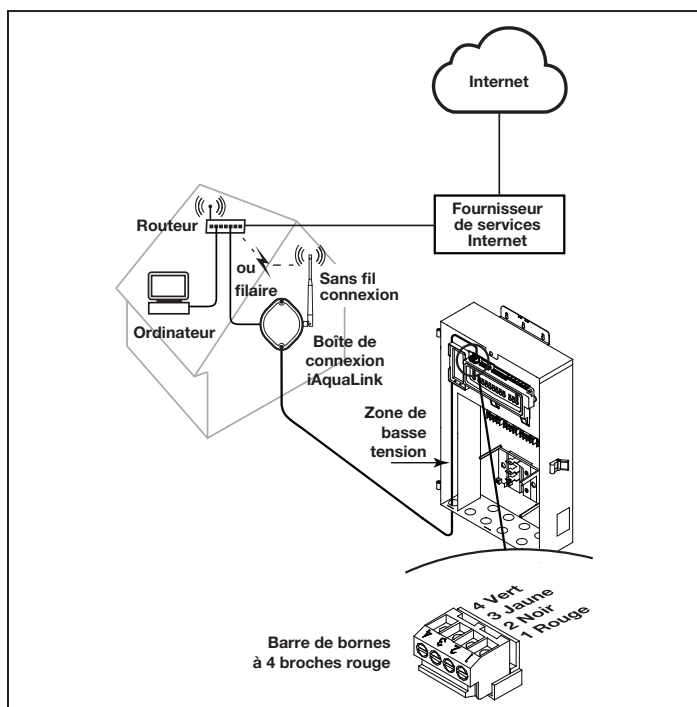

Figure 31. Installation intérieure de la boîte de connexion iAquaLink
2. Installez la boîte de connexion iAquaLink à au moins 1,8 m (6 pi) au-dessus du sol, à au moins 3 m (10 pi) de tout moteur ou ventilateur pouvant être près et à au moins 1,5 m (5 pi) de tout autre émetteur-récepteur de la boîte de connexion. Voir la figure 31.
- Tirez le câble à travers l'alvéole défonçable et dans la zone de basse tension. Voir la figure 31.
- Dénudez chaque câble de 6 mm (¼ po) et connectez-les au connecteur rouge sur la carte de circuits imprimés du centre électrique. Une trousse Multiplex (N/P 6584) peut être nécessaire s'il y a plus de deux (2) câbles reliés à un connecteur rouge de la carte de circuits imprimés du centre électrique.